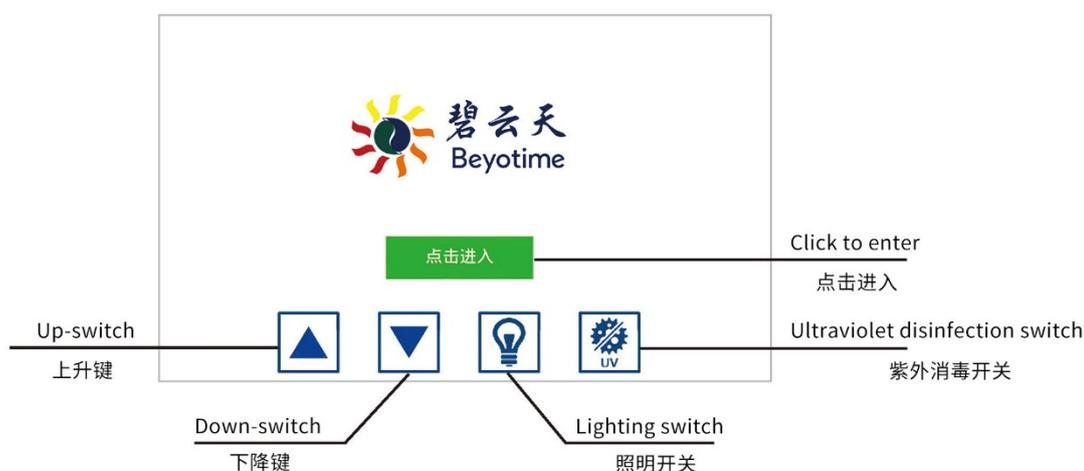
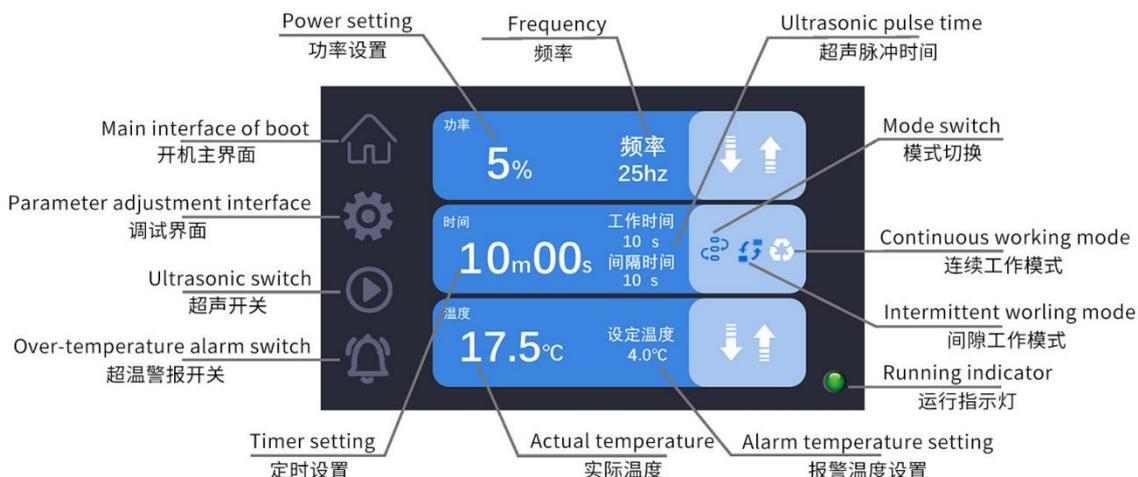

图2. 碧云天BeyoSonicator™一体式智能超声波细胞破碎仪(650W) (E6926)的开机主界面示意图。
图4. 碧云天BeyoSonicator™一体式智能超声波细胞破碎仪(650W) (E6926)的操作界面示意图。上图所示为染色质免疫沉淀(ChIP)实验的参数设置示例：超声功率为5%即32.5W，超声定时时间为10分钟，在间隙工作模式下，工作时间为10秒，间隙时间为10秒(即共30个循环)，报警温度为4°C。
- 操作按键及电源：仪器背面从左到右为电源开关、电源插口、变幅杆接口与散热风扇。仪器正面顶部为换能器，下方为TFT触摸屏。TFT触摸屏显示3个界面依次分别为：开机主界面(图2)、操作界面(图4)与调试界面。